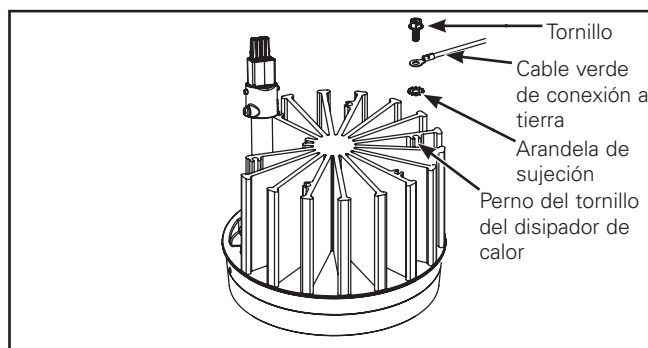

Figura 7.
5. Encuentre el cable de conexión a tierra verde dentro del alojamiento cilíndrico y conéctelo al perno del tornillo del disipador de calor, utilizando la arandela de sujeción y el tornillo incluidos (Figura 7.).